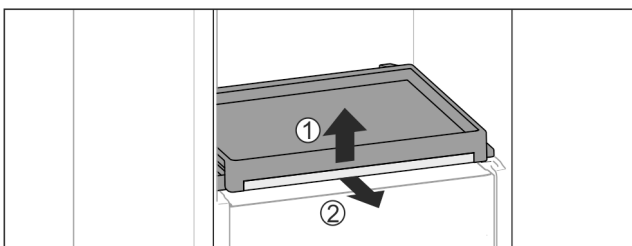

Fig. 77
- ▶ Retirar el estante extraíble con la plancha de cristal: levante ligeramente la parte delantera de la plancha de cristal Fig. 77 (1) y extráigala hacia delante Fig. 77 (2).